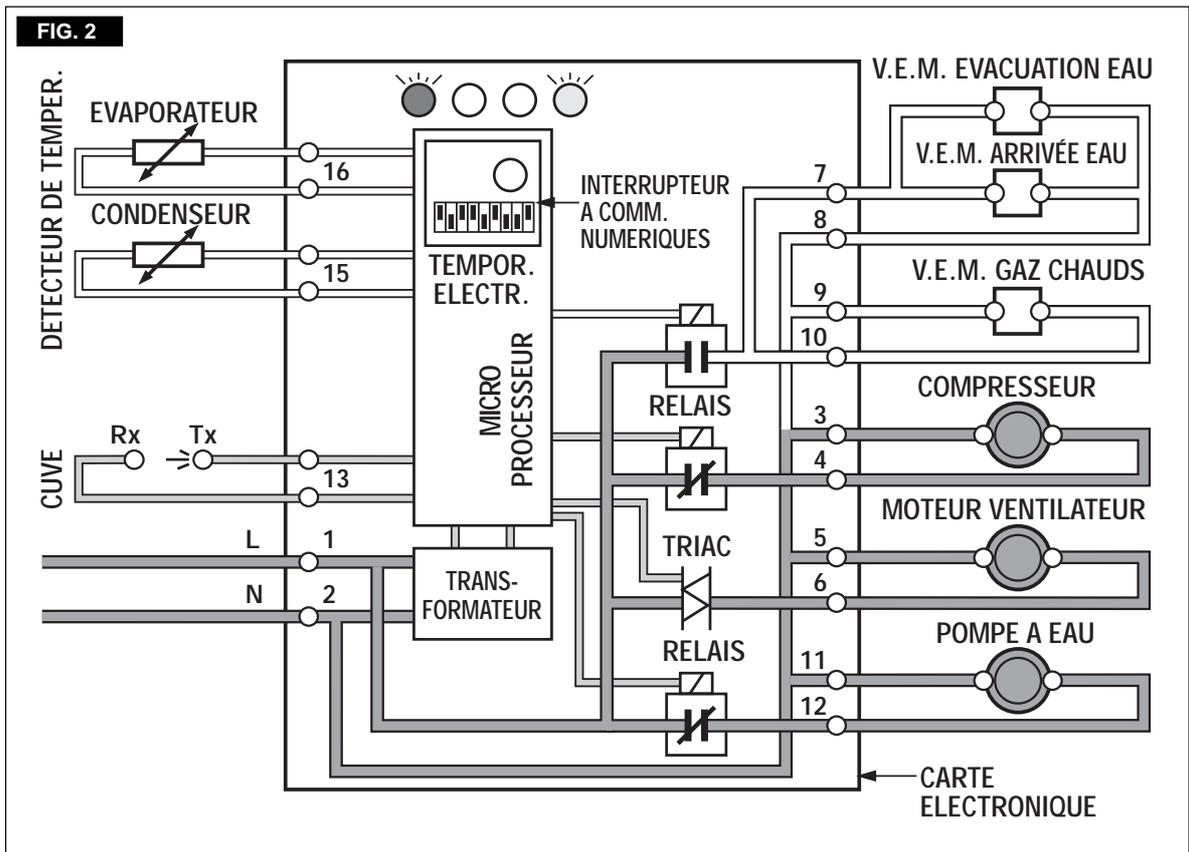

FIG. 3
**NOTA.** Sur les modèles refroidis par air, la haute pression (condensation) est maintenu entre 8.5 et 9.5 bars (EC 106-126-176) et entre 15-17 bar (EC 206-226) par un détecteur de température placé dans les ailettes du condenseur. Dans le cas où la température du condenseur monte à une valeur supérieur à 70°C, à cause du condenseur bloqué par la saleté ou d'une panne du ventilateur, dans les machines refroidi par air, et à 60°C, dans quelles refroidi par eau, le détecteur de température arrête le fonction-nement de la machine allumant simultanément, le témoin ROUGE de haute température (Fig.3).